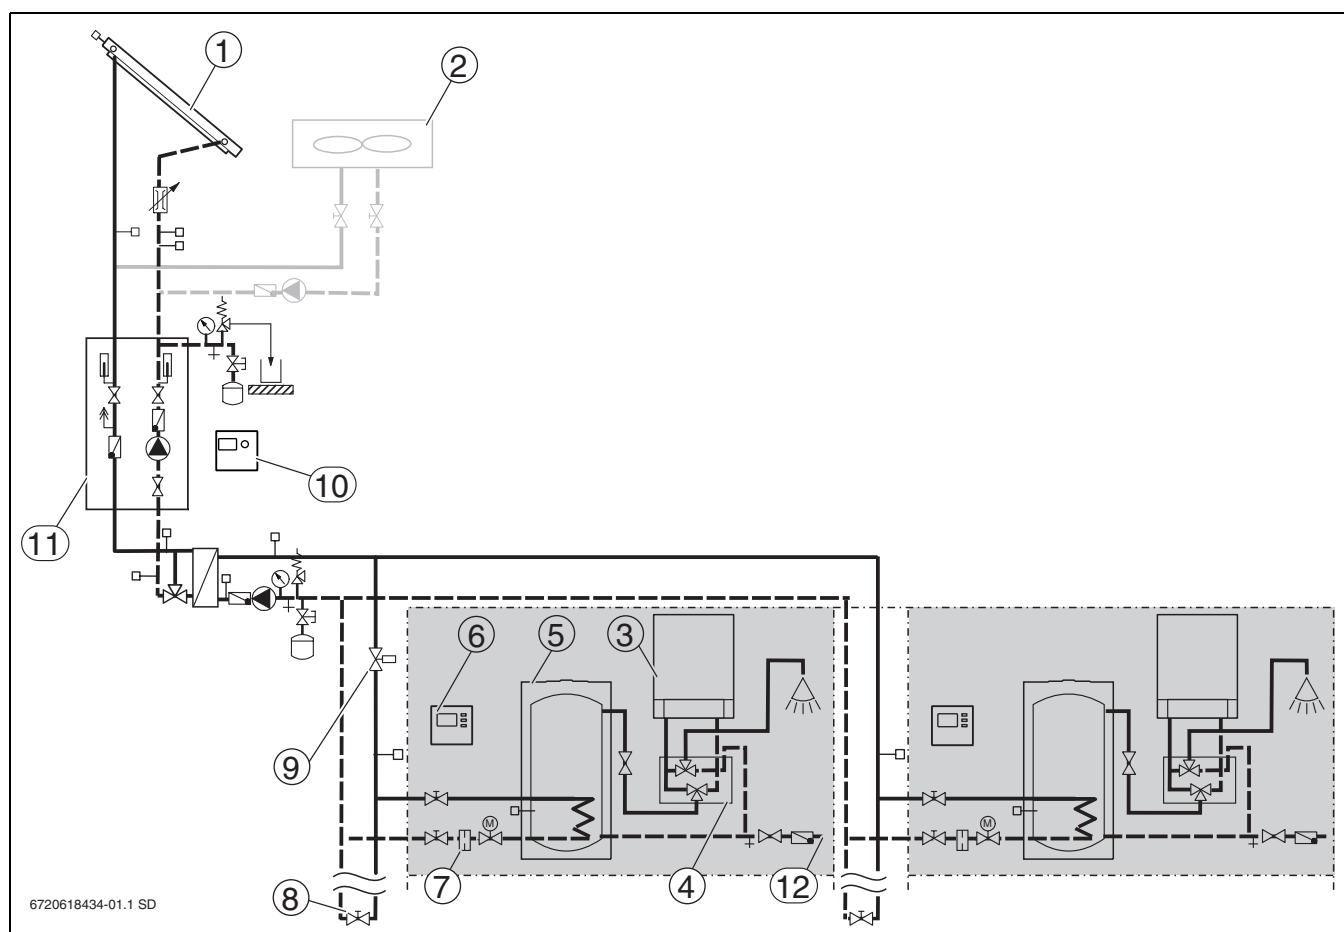

Fig. 1
- ▶ Montare i componenti secondo le descrizioni del sistema (→ fig. 1 e 2) e la documentazione tecnica per la progettazione.
- ▶ Spagna: secondo la norma CTE è possibile installare a carico del committente un dissipatore di calore per eliminare l'energia in eccedenza (→ fig. 1 e 2).
- ▶ Montare una valvola di ritegno dietro ogni pompa per evitare circolazioni inverse (→ fig. 1 e 2).